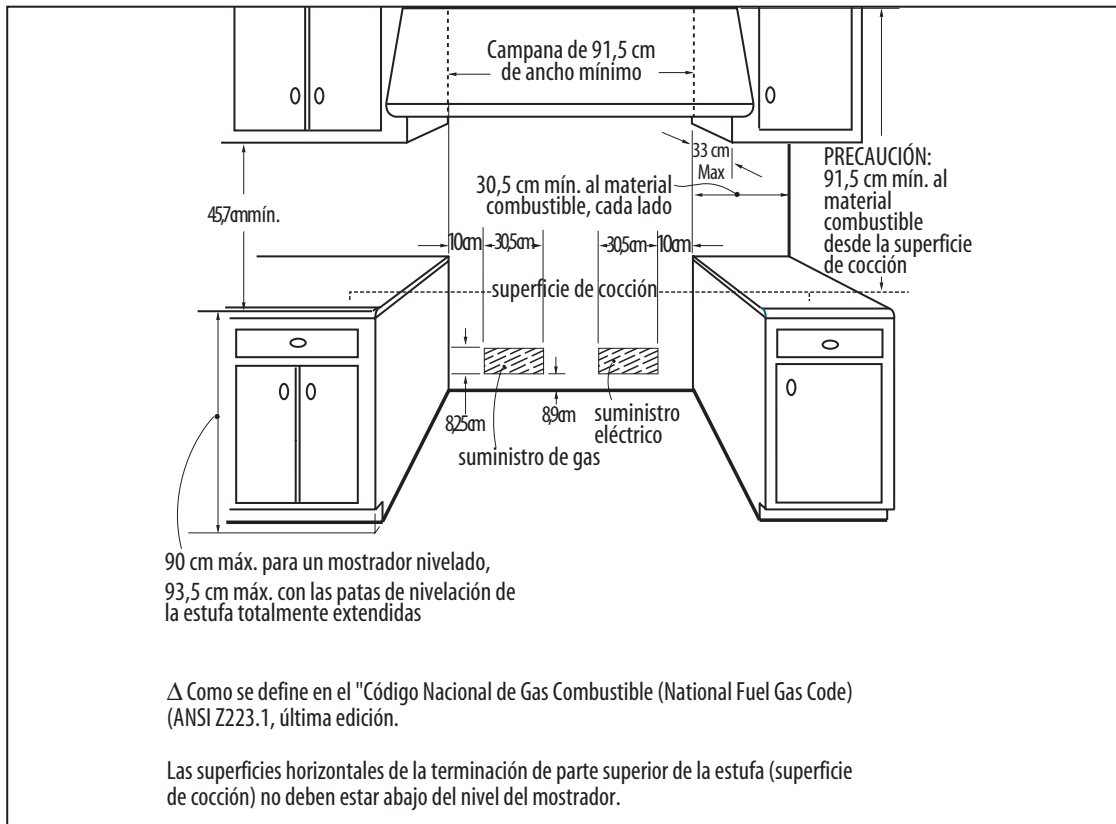
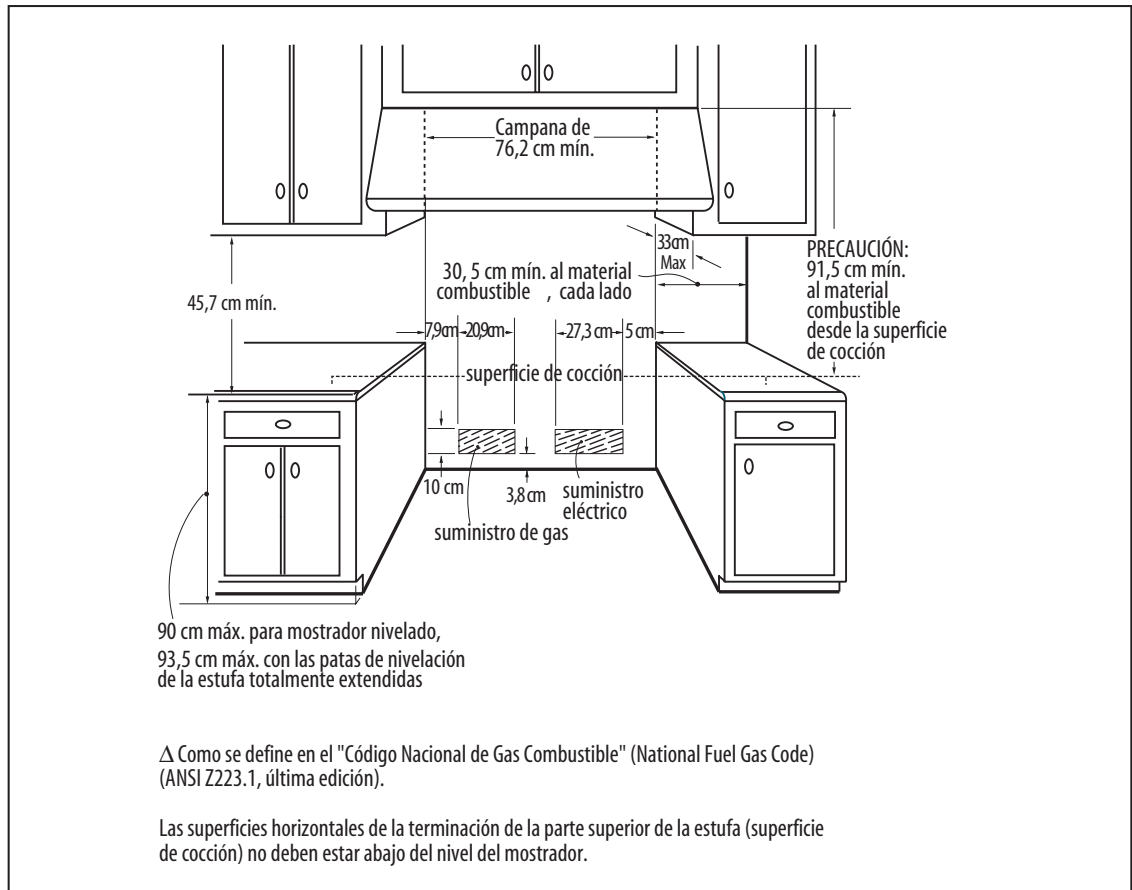

Fig. 9 Sólo para el modelo PRD3630
Fig. 10 Sólo para el modelo PRD3030
- 1) La estufa es una unidad independiente. Si se colocara la unidad al lado de los gabinetes, es necesario dejar las separaciones mostradas en la fig. 9 (PRD3630) y fig. 10 (PRD3030). Se aplican las mismas separaciones para las instalaciones en islas.
- 3) El suministro de gas y electricidad debe estar dentro de las zonas mostradas (fig. 9, 10 y 11).
Desconecte siempre el cordón de suministro eléctrico de la toma de corriente de la pared antes de efectuar tareas de servicio en la unidad. Cumpla con todos los códigos y ordenanzas regentes al conectar a tierra, en ausencia de éstos, cumpla con el Código Eléctrico Nacional (National Electrical Code) ANSI / NFPA No. 70-1990. El suministro eléctrico debe ser un circuito monofásico de 120/240 voltios, 3 cables (mas tierra) 60 Hz, 50 AMP. El receptáculo de alimentación debe ser un dispositivo NEMA 14-50 para que acepte el enchufe de cuatro patas proporcionado con la unidad. El receptáculo se debe situar en el área mostrada en la fig. 9 de la página 9.
El suministro eléctrico debe ser un circuito de 120/240 voltios, 3 cables (mas tierra), 60 Hz, 30 AMP. El receptáculo de alimentación debe ser un dispositivo NEMA 14-50 para que acepte el enchufe de cuatro patas proporcionado con la unidad. El receptáculo se debe situar en el área mostrada en la fig. 10 de la página 10.